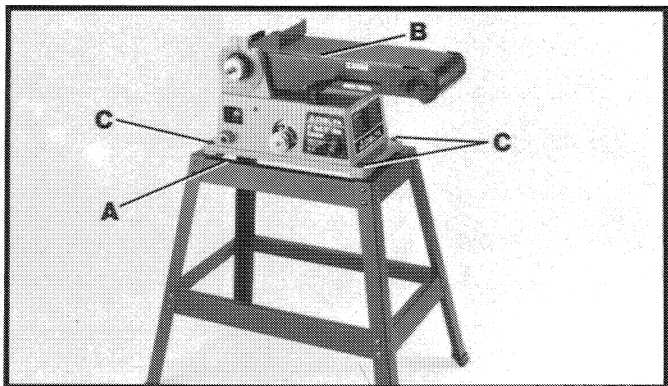

Fig. 5
Coloque la lijadora cuidadosamente sobre el estante. Alinee los cuatro agujeros sobre el estante (A) Fig. 5 con los cuatro agujeros de montaje en la base de la lijadora (B) y afiance la lijadora (B) al estante (A) con los cuatro tornillos de cabeza hexagonal M8 x 45 mm (C) (de los cuales aparecen tres), las 8 arandelas planas y las tuercas hexagonales.